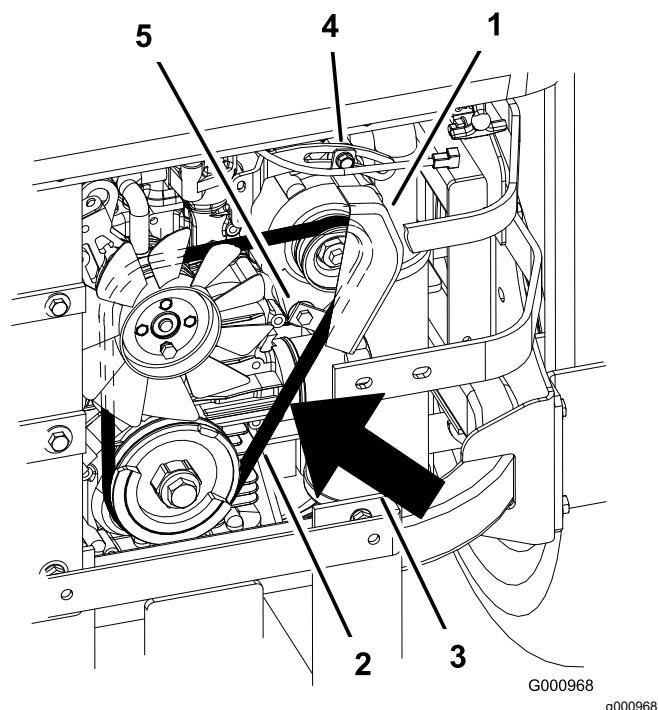

Figura 94
2. Ajuste o alternador para o exterior até haver uma deflexão de 7 a 9 mm na correia entre o motor e as polias do alternador com 98,3 N (Figura 94).
5. Se a deflexão estiver correta, aperte os parafusos inferior e superior (Figura 94).